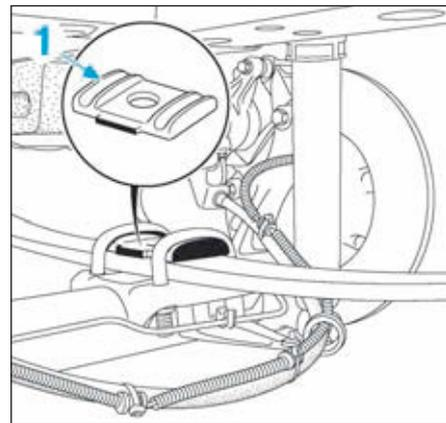
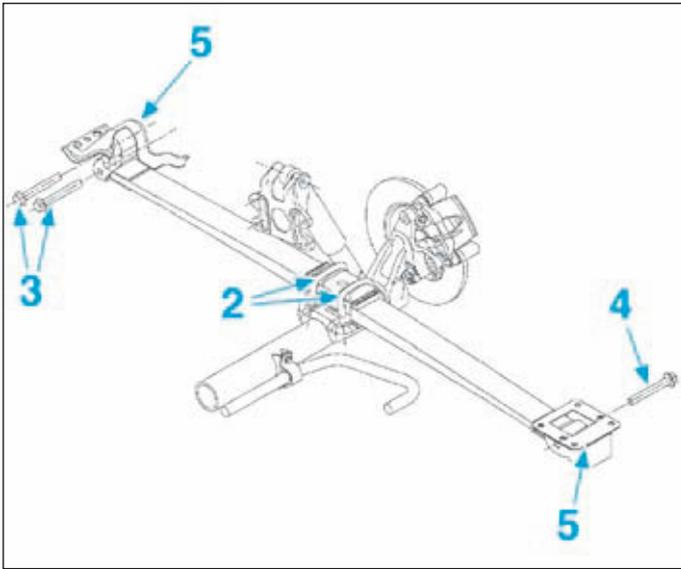

FIG.27
FIG.28
- Repérer la position de la plaque d'appui (1) (Fig.27), puis déposer les brides de fixation (2) (Fig.28).